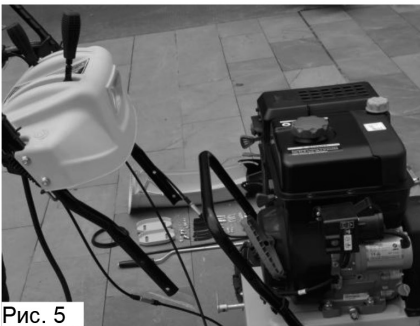

Рис. 5
1. Установите панель управления на П-образную опору и совместите отверстия под болты на П-образной опоре и панели управления (Рис. 5, 6);